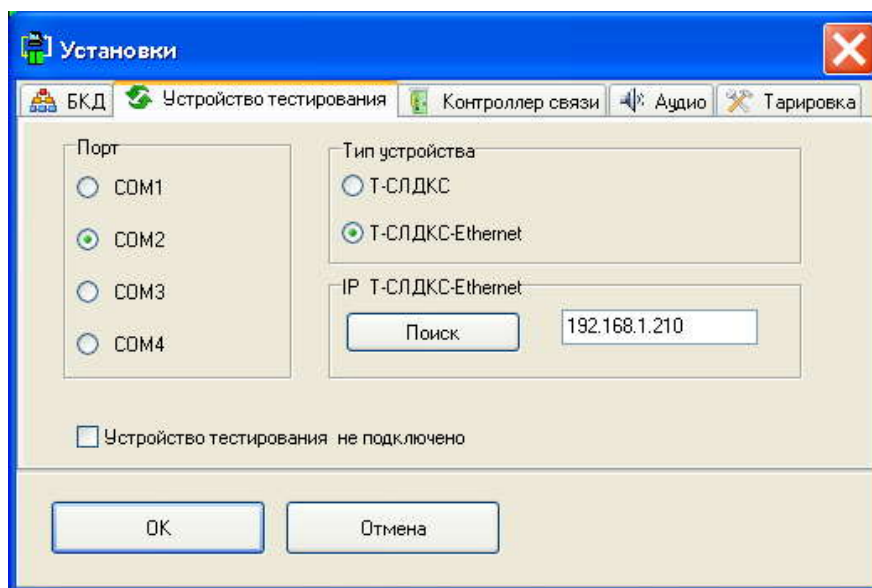

Рисунок 13 – Измененная вкладка "Устройство тестирования"
- 2.3. На вкладке **Устройство тестирования** на панели **Тип устройства** выбрать пункт **Т-СЛДКС-Ethernet**, при этом появится новая панель **IP Т-СЛДКС-Ethernet** (рисунок 13).